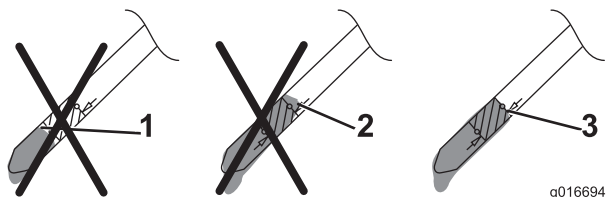

Figure 13
5. Observez le niveau d'huile indiqué par la jauge (Figure 13).
- Si le niveau n'atteint est trop bas, versez **lentement** une petite quantité d'huile dans le goulot de remplissage, attendez 3 minutes puis répétez les opérations 3 à 5 jusqu'à ce que le niveau d'huile soit correct, comme montré à la Figure 13.